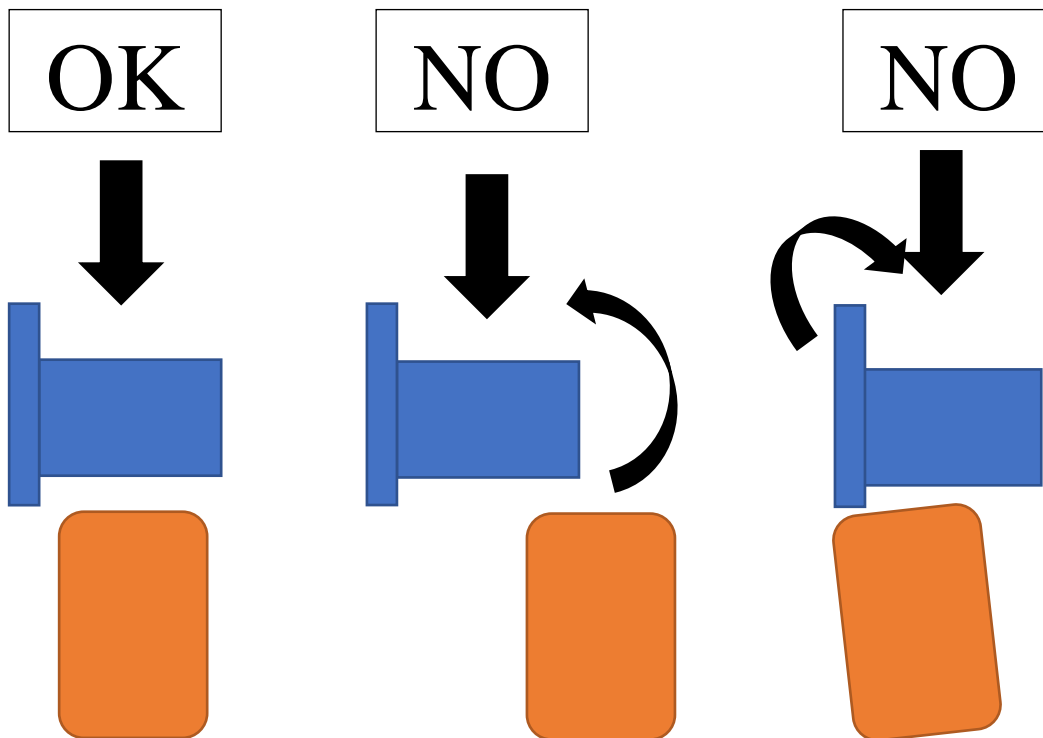

Fig. 11b
a) Posizionare un ceppo verticalmente sulla tavola di lavoro. Accertarsi che il cuneo e la tavola si metterà in contatto con l'estremità del ceppo. Non tentare di spaccare un ceppo ad angolo (fig. 11b).